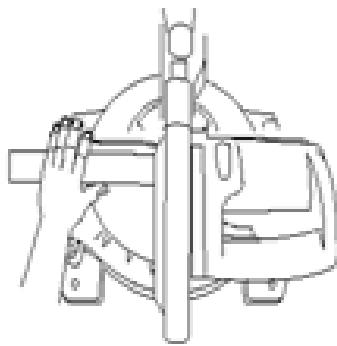

Рис. 4
- Следует стоять напротив станка по направлению пиления (рис. 4).